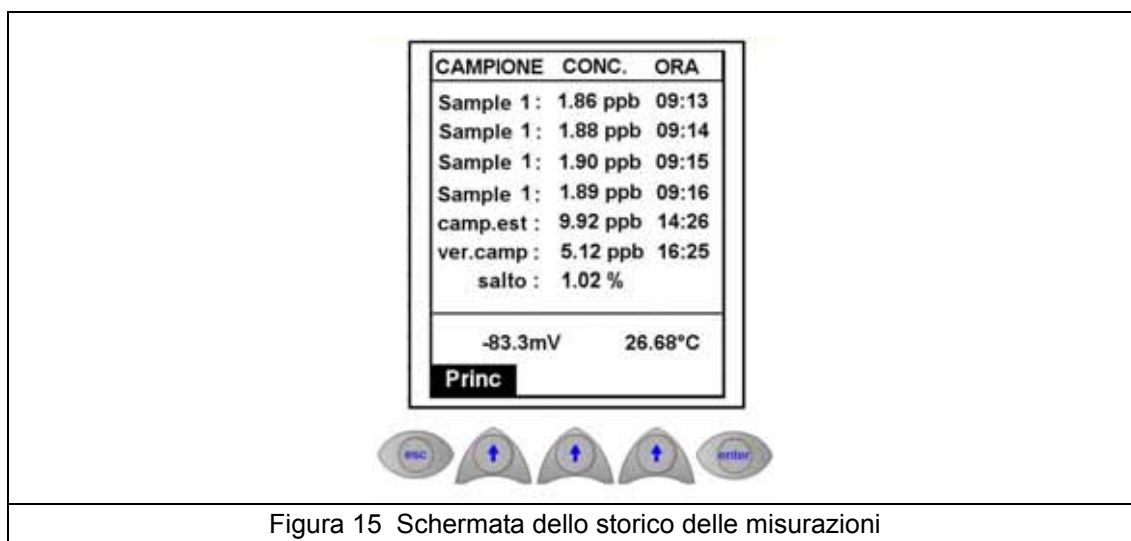

Figura 15 Schermata dello storico delle misurazioni
- **Stori** - selezionando questa opzione appariranno le ultime quattro misurazioni (vedere l'esempio riportato nella Figura 15 a pagina 58). La schermata mostrerà anche i dettagli della misurazione in corso.